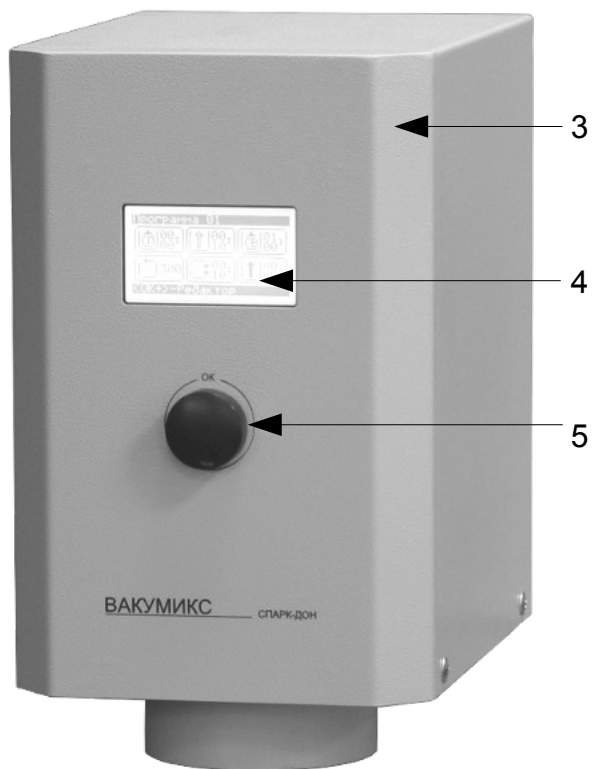
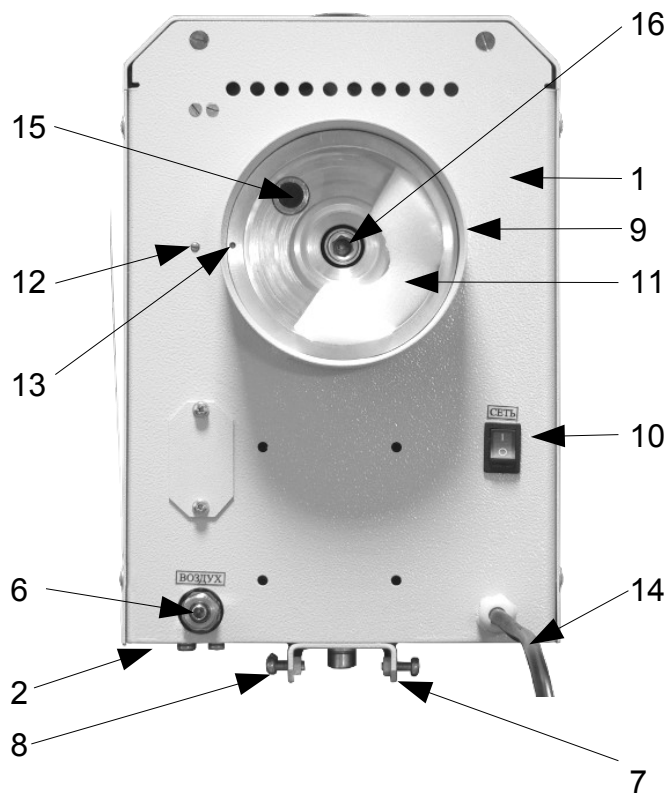

Рисунок 1. Общий вид смесителя.
Рисунок 2. Нижняя поверхность смесителя.
4.1 Смеситель состоит из следующих основных частей (см. рис. 1 и рис. 2):
- основание (1);
- задняя стенка (2);
- съемный кожух (3).
6.3 Открутите на 4-5 оборотов 4 винта (рис. 2 поз. 8) на швеллере (рис. 2 поз. 7) на задней стенке смесителя.
6.4 Навесьте смеситель на настенный кронштейн так, чтобы все 4 винта (рис. 2 поз. 8) попали в пазы и затем затяните эти винты до упора.
6.5 Соедините штуцер «ВОЗДУХ» (рис. 2 поз. 6) с источником сжатого воздуха. Воздух, подаваемый в смеситель, должен быть сухим и чистым. В случае необходимости установите в воздушную магистраль влаго/маслоотсекатель.